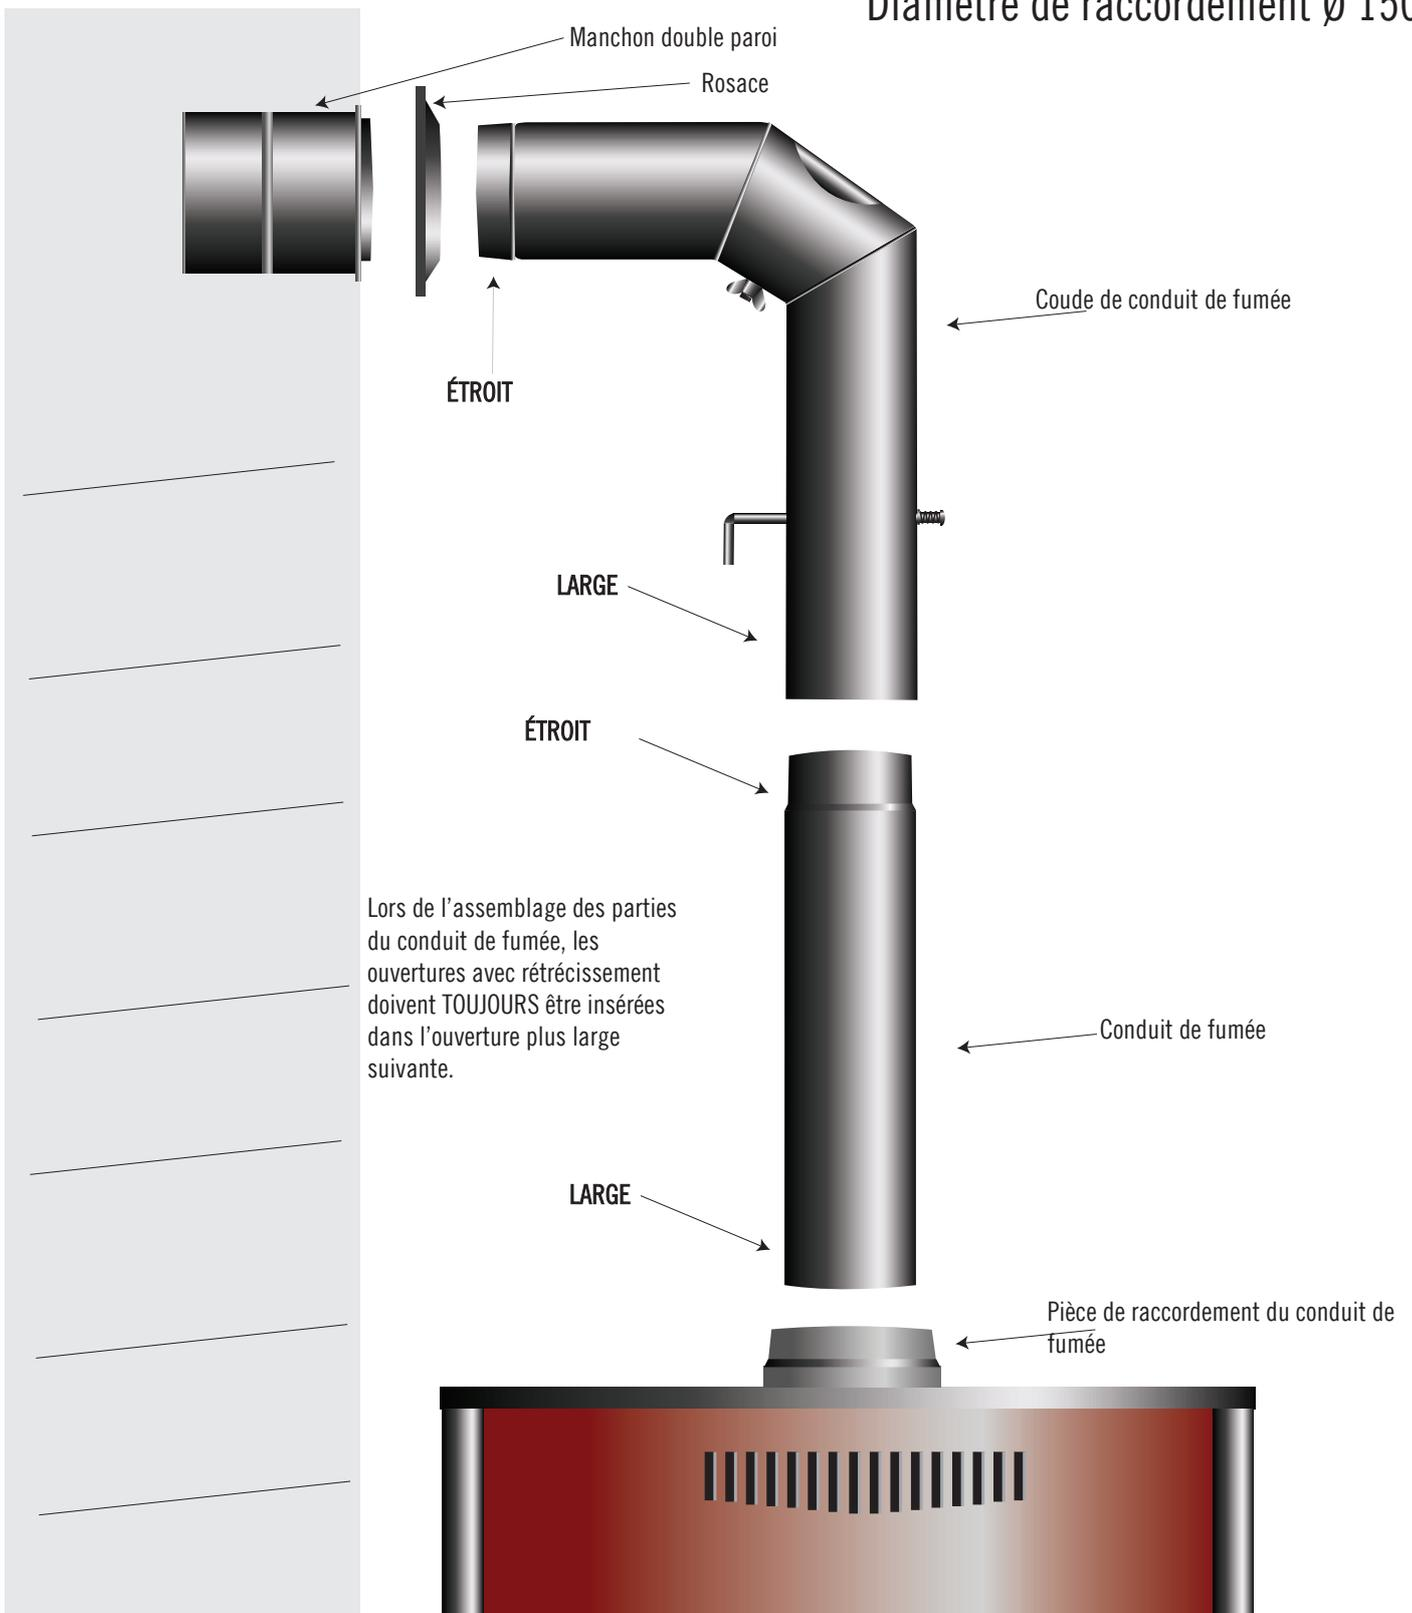

Abbildung 1 Anschluss des Kaminofens an den Schornstein
2. Figure 1 – Raccordement du poêle au conduit de fumée	Page 31